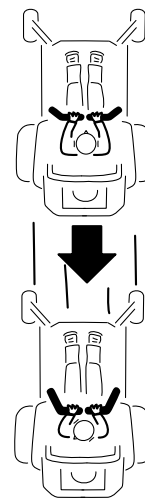

Bild 19
2. Zum Rückwärtsfahren sollten Sie nach hinten und auf den Boden schauen und die Fahrtriebshimmel langsam nach hinten ziehen (Bild 19).
Wenden Sie zum Geradeausfahren auf beide Fahrtriebshimmel denselben Druck an (Bild 19).